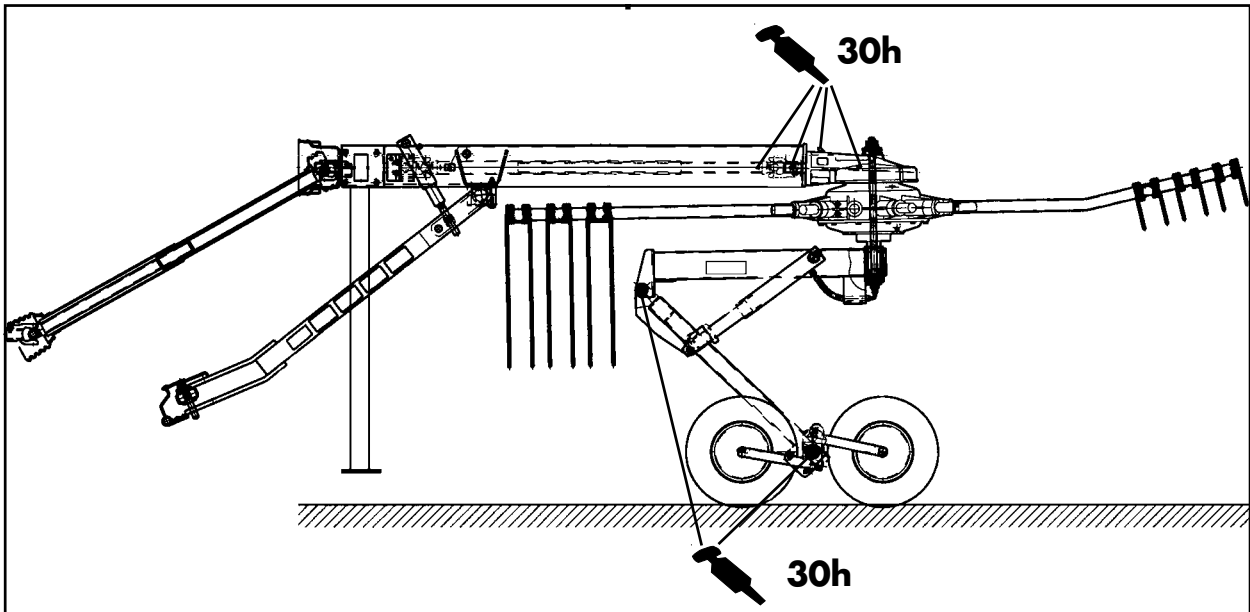

Bild 5-1
- Die Maschine nach Schmierplan abschmieren (Bild 5-1 und 5-2)